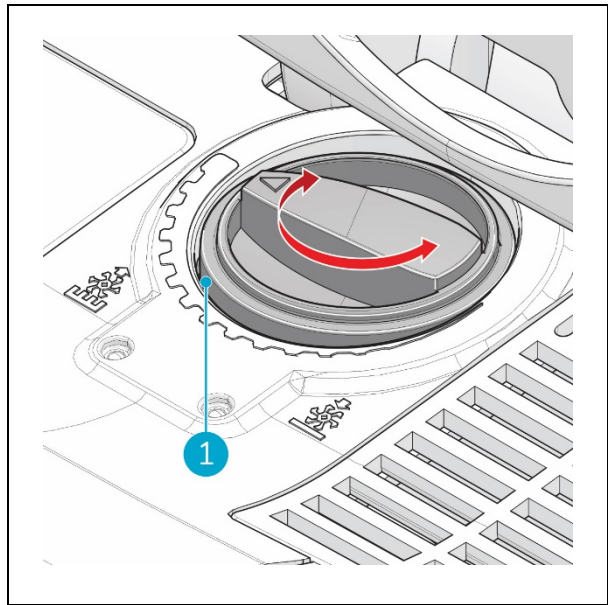

Figure 17
Utilisez la molette de réglage de la hauteur (Figure 17, pos. 1) pour régler la hauteur de la brosse rotative.